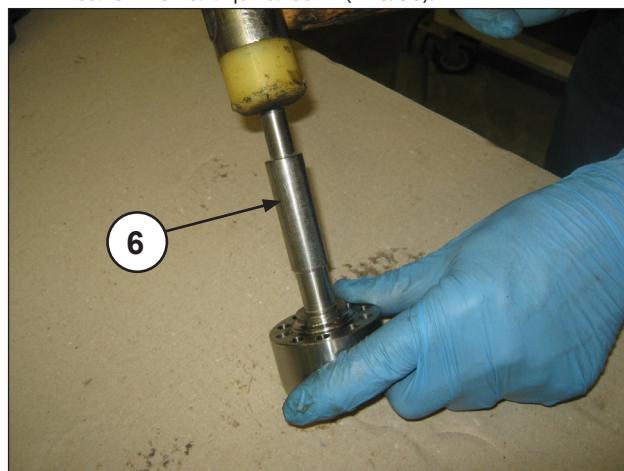
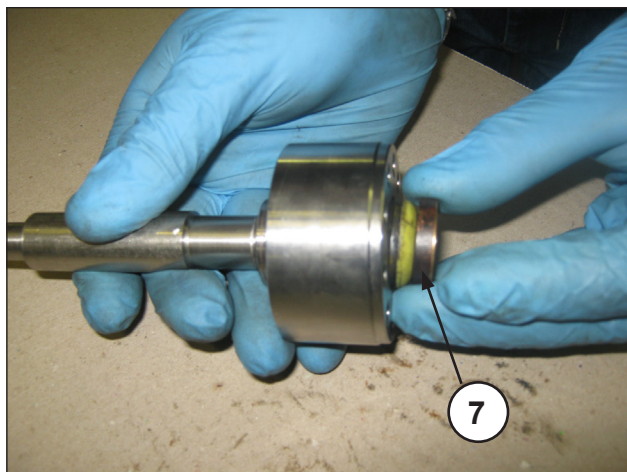

Рис. 36
Рис. 37
- При снятой опоре прокладок ВД и с помощью специального штифта (поз. ⑥ Рис. 36) выдавите комплект ВД (высокого давления) (поз. ⑦ Рис. 37) и извлеките кольцо головки (Рис. 38).